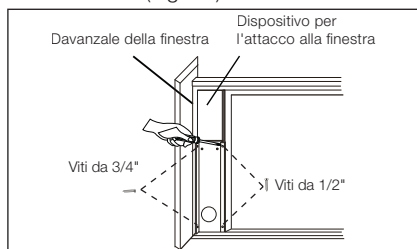

Fig. 20
3. Chiudere saldamente il telaio scorrevole della finestra contro il dispositivo per l'attacco alla finestra. (Fig. 20)
4. Far passare due viti da 1/2" per fissare il dispositivo per l'attacco alla finestra sul telaio scorrevole della finestra. (Fig. 20)
5. Far passare due viti da 3/4" per fissare il dispositivo per l'attacco alla finestra sul davanzale. (Fig. 20)